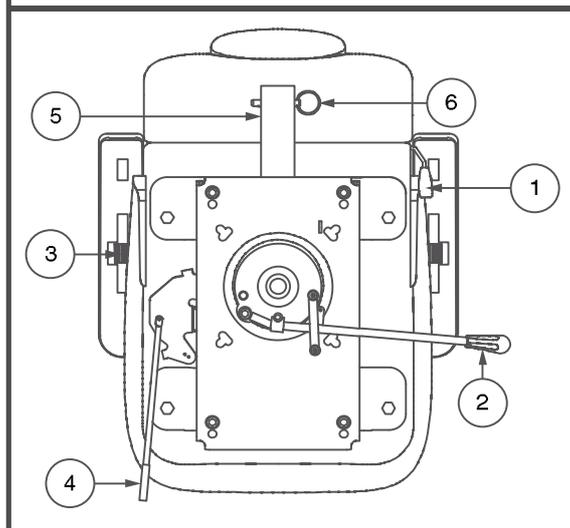

Figura 16. Regolazioni del sedile - Stile B
Per regolare il sedile reclinabile dello scooter, osservare questi passaggi. **Vedere figura 16.**
1. Tirare verso l'esterno la leva scorrimento sedile. **Vedere figura 16.**
L'inclinazione del bracciolo dello scooter è regolabile verso il basso o verso l'alto ruotando l'apposito selettore. **Vedere figura 16.**
La staffa accessoria montata posteriormente consente di collegare un accessorio personale come un cestino, un porta-deambulatore o una bombola di ossigeno alla parte posteriore dello scooter. Utilizzare il perno di fermo per fissare saldamente l'oggetto alla staffa accessoria. **Vedere figura 16.** Per dettagli rivolgersi al fornitore autorizzato.